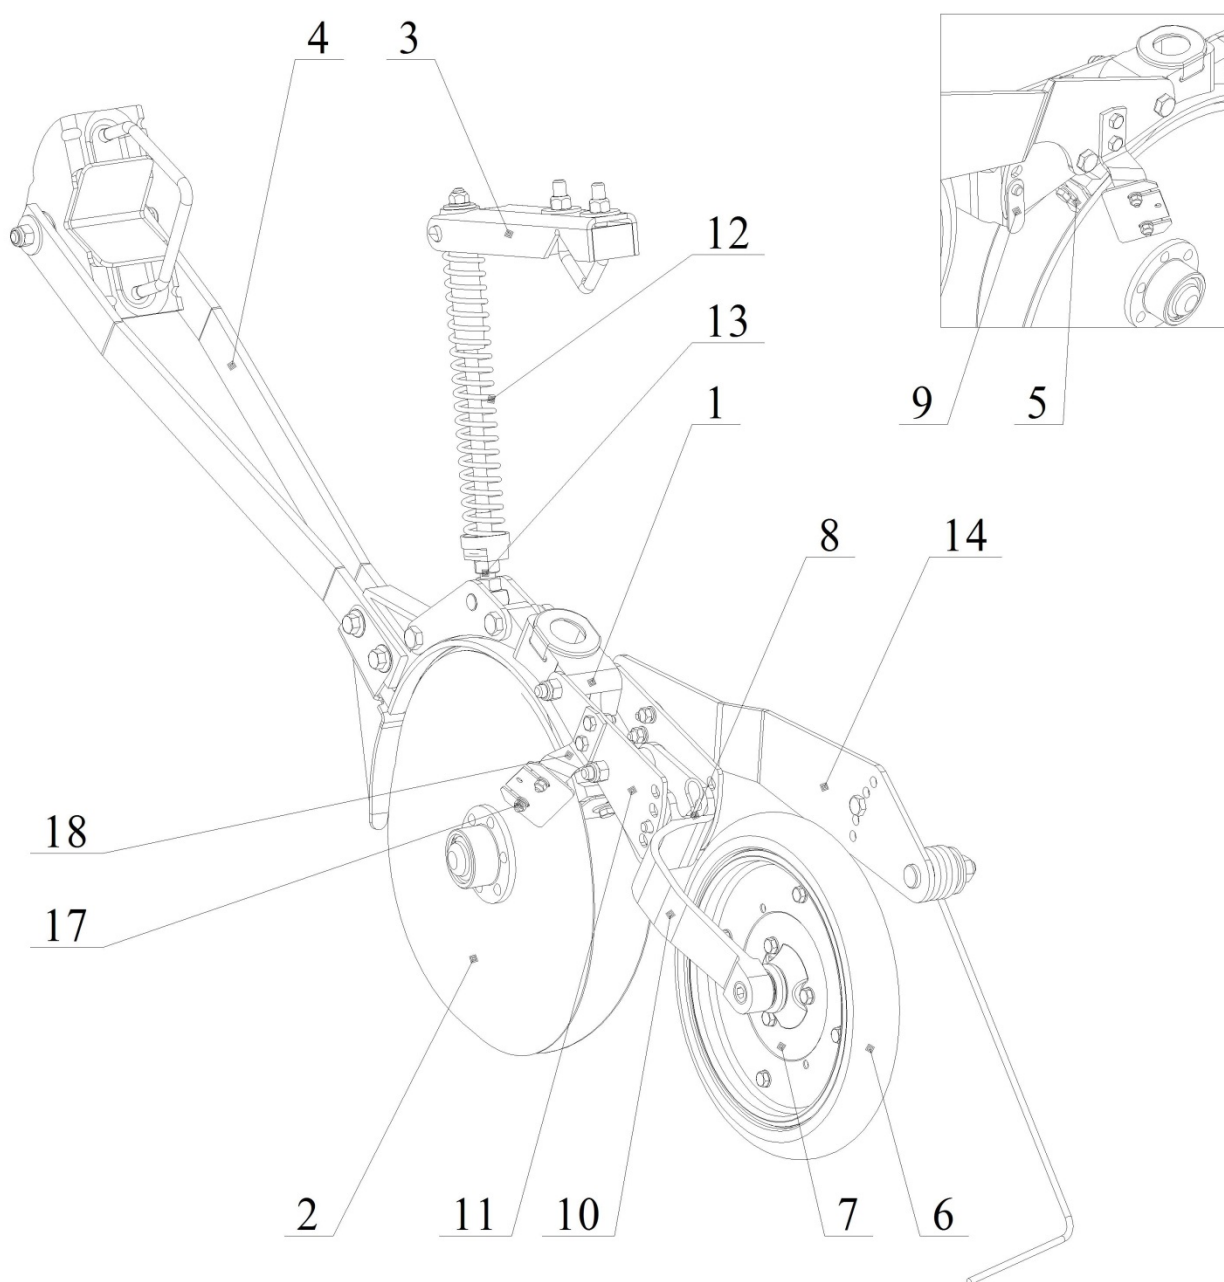

Рисунок 20. Общий вид и устройство секции.
Глубина заделки семян в почву зависит от глубины хода дисков (2) (рис. 20), которая задаётся положением регулятора глубины с опорно-прикатным колесом (7) относительно остова (1) с дисками.